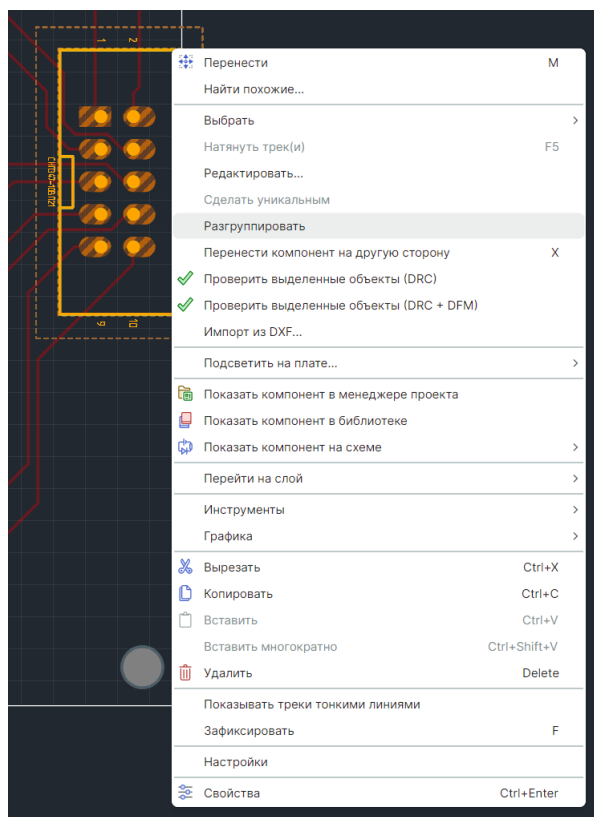

Рис. 194 Разгруппировка графического
2. В контекстном меню выберите пункт «Разгруппировать», см. Рис. 194;